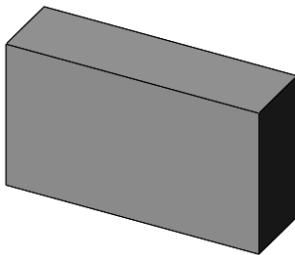

图 4-44 实体模型
- [1] 打开初始文件“Z4L5.prt”，实体模型如图 4-44 所示。